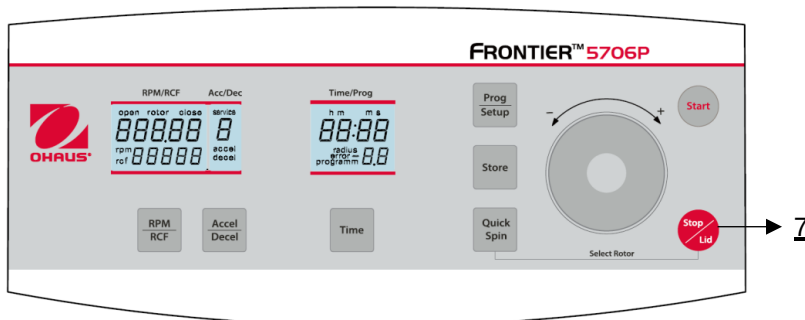

Figura 26
Mediante la tecla "**Stop/Tapa**" (7) (véase la figura 26) puede interrumpir la marcha en cualquier momento. Tras pulsar la tecla, la centrifuga desacelera con la intensidad preseleccionada respectiva hasta detenerse.